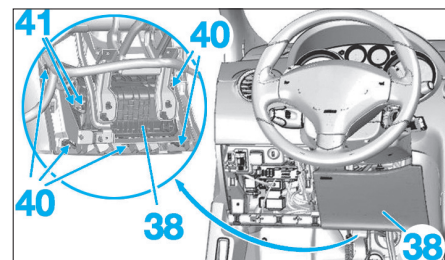

Fig. 22
- Dégrafer les attaches (40) (Fig.22).
- Débrancher les connecteurs (41) puis déposer le coussin gonflable (38).